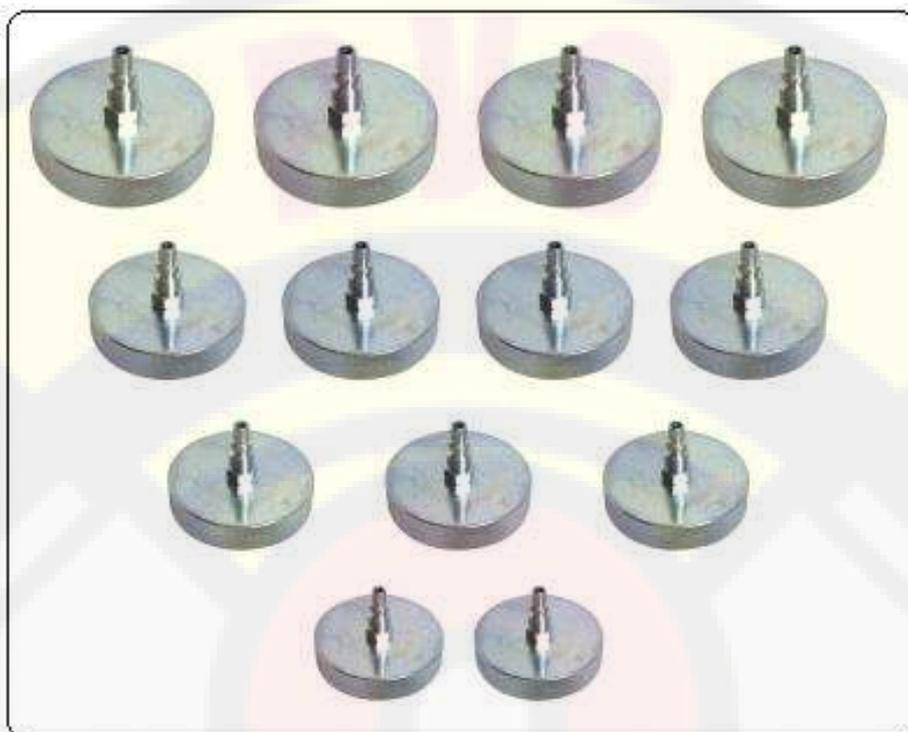

Рисунок 5.
- Набор пробок – адаптеров арт.1891.М (Рис.5) (опционально)